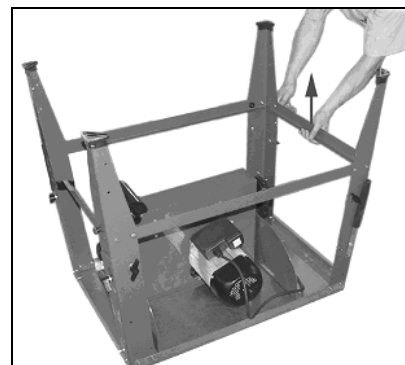

Рис. 3
- установите короткие поперечины (Рис. 3) и затяните гайки.